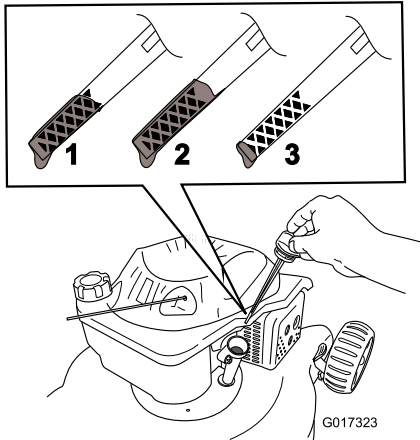

Figura 10
2. Togliete l'asta di livello (Figura 10).
3. Versate **lentamente** l'olio nel tubo di riempimento finché non raggiunge il segno di **pieno** sull'asta (Figura 10). **Non riempite troppo.** Riempimento massimo: 0,59 litri, tipo: olio detergente SAE 30 o SAE 10W-30 con service classification API SF, SG, SH, SJ, SL o superiore.
1. Togliete l'asta di misurazione del livello dell'olio, asciugatela ed inseritela a fondo nel foro (Figura 10).
2. Estraete l'asta e controllate il livello dell'olio (Figura 10). Se il livello dell'olio è inferiore alla tacca **Add** sull'asta, versate **lentamente** dell'olio nel foro del bocchettone fino a portarne il livello alla tacca **Full** sull'asta. **Non riempite troppo.** (Riempimento massimo: 0,59 litri, tipo: olio detergente SAE 30 o SAE 10W-30 con service classification API SF, SG, SH, SJ, SL o superiore).